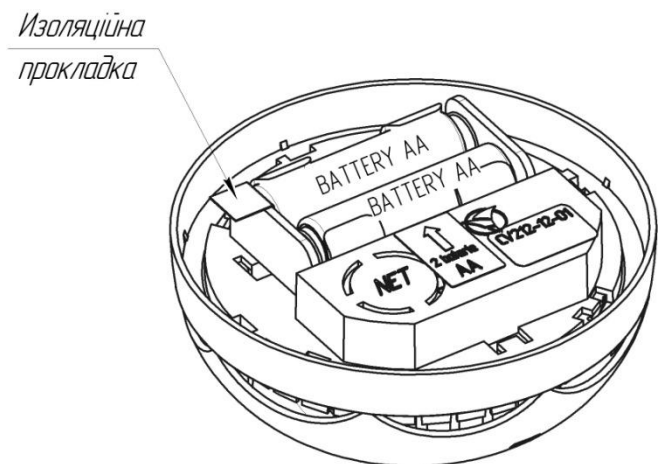

Рис.3 Вилучення ізоляційної прокладки
5.4.2 Вилучити ізоляційну прокладку (дивись Рис.3).